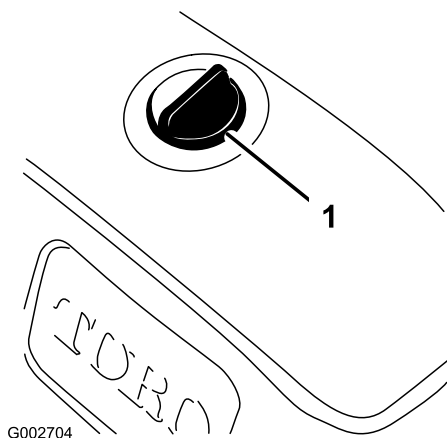

Figura 15
1. Limpie la zona alrededor del tapón del depósito de aceite hidráulico para evitar que entre suciedad en el depósito (Figura 15).